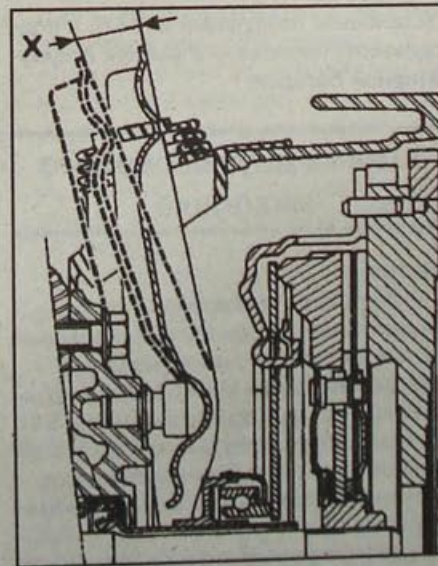

Рис. 5.7. Место измерения хода вилки выключения сцепления:
- На автомобилях с бензиновыми двигателями проверьте ход вилки выключения сцепления, который должен находиться в пределах 26–28 мм (рис. 5.7).